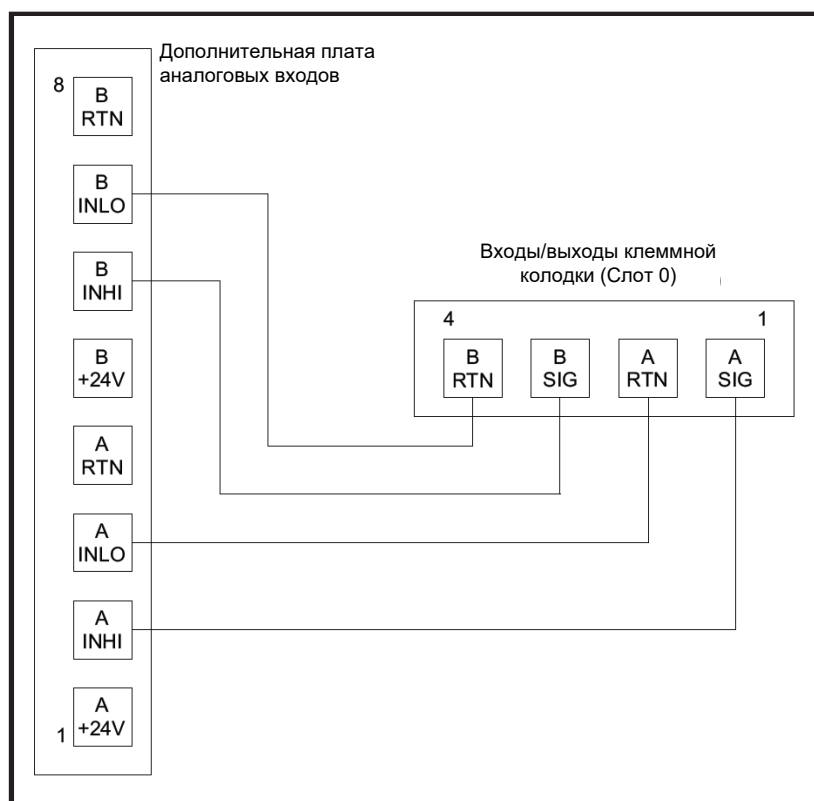

Рисунок 3: Соединения для калибровки аналоговых входов
Подключите аналоговый выход(ы) **Slot 0 (Слот 0)** (или независимый откалиброванный источник тока) к аналоговому входу(ам) на дополнительной плате, как показано на рис. 3. Используйте схему меню на рис. 6 на стр. 15 в качестве справочного руководства.
Процедура калибровки **Входа А** идентична процедуре калибровки **Входа В**. Тем не менее, при калибровке **Входа В** убедитесь, что откалиброванный источник тока подключен к правильным контактам на клеммной колодке. Правильные номера контактов см. на рис. 3 на предыдущей странице. Для калибровки платы входов 0/4–20 мА см. раздел ниже.
1. Подсоедините источник тока 4 мА к выбранному в настоящий момент аналоговому входу, как показано на рис. 3 на стр. 6.
1. Подсоедините источник тока 20 мА к выбранному в настоящий момент аналоговому входу, как показано на рис. 3 на стр. 6.